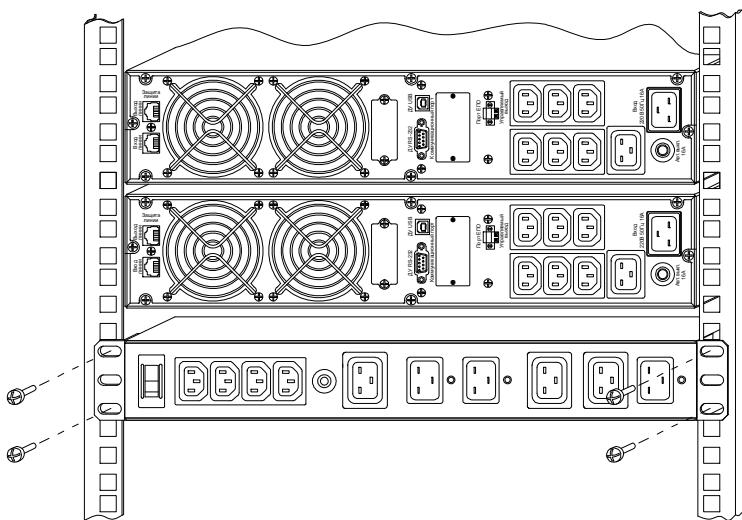

Рисунок 2 – Порядок установки модуля RBS 3К-220V в стандартный шкаф или стойку для телекоммуникационного оборудования шириной 19 дюймов
7.1.3 Установку модуля в шкаф следует производить в следующей последовательности (рисунок 2):